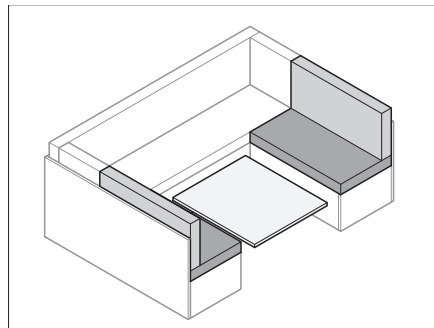

Fig. 77 Transformar la mesa
- Transformar la mesa (Fig. 77) en base de cama (véase apartado 6.8).